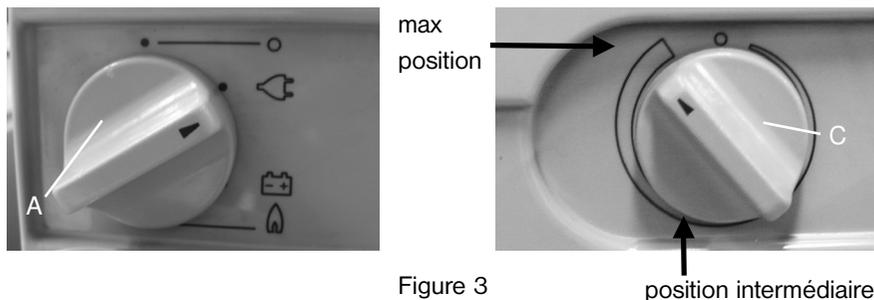

Figure 3
**Mise en marche** (fig.3)
**Mise hors circuit** (fig. 3)